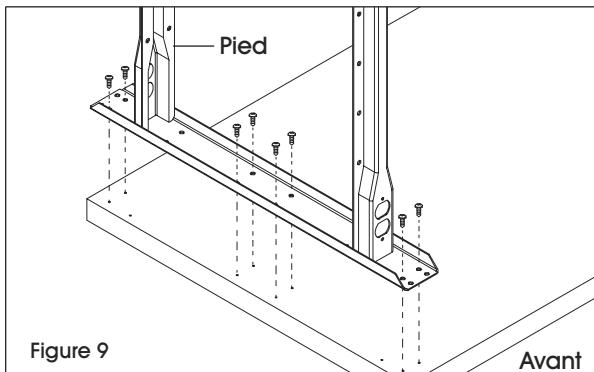

Figure 9
- À l'aide de 17 vis à bois, fixez le pied en L (14) et le pied (12) sur le dessous de la surface de 48 po (12) en utilisant les trous prépercés. (Voir Figures 9 et 10)